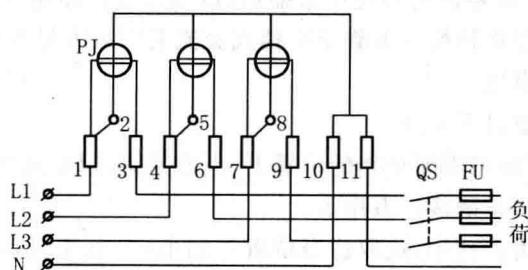
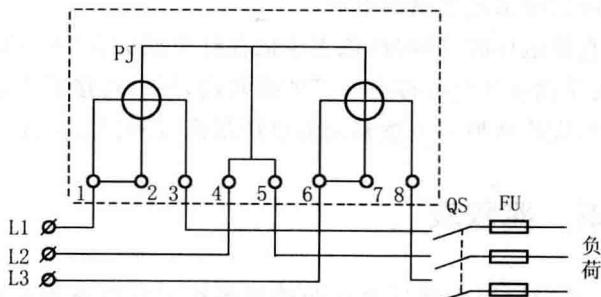

图 1-8 三相四线制有功电能表的接线
图 1-9 三相三线制电路有功电能测量的接线图
三相电能表	<p>在三相电路中, 测量电能常采用三相电能表, 从结构上可分为三相四线电能表和三相三线电能表两种。</p> <p>(1) 三相四线制有功电能表接线。接线方法如图 1-8 所示;</p> <p>(2) 三相三线制电路有功电能的测量。在三相三线制电路中测量有功电能, 通常采用三相二元件电能表(即 DS 型电能表)。其接线方法如图 1-9 所示;</p> <p>(3) 接线要求</p> <ul style="list-style-type: none"> ① 应根据负载电流合理选用电能表, 电能表的额定电流应等于或略大于负载电流; ② 按额定电流选择连接导线截面, 常采用绝缘铜线, 最小截面不小于 2.5 mm², 一般 6 mm² 及以下应选单股线; ③ 接线时应按正相序入表, 即 L1—L2—L3 或 L2—L3—L1 或 L3—L1—L2; ④ 三相四线表, 零线必须入表;